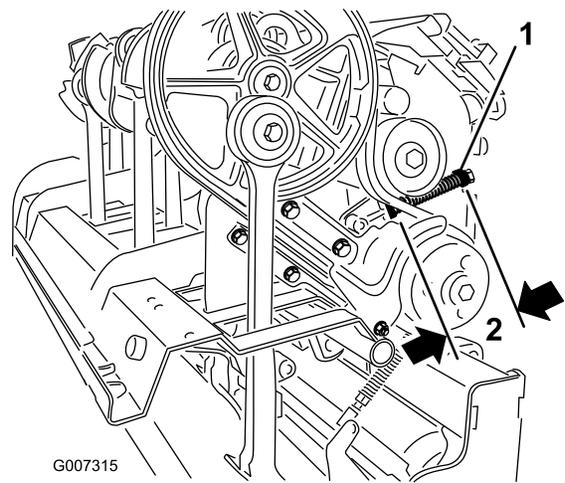

Bild 30
C. Lösen Sie die Sicherungsmutter, mit der die Federbefestigung befestigt ist (Bild 30).
D. Stellen Sie die Federbefestigung so ein, dass Sie die gewünschte Länge der zusammengedrückten Feder erhalten (Bild 30).